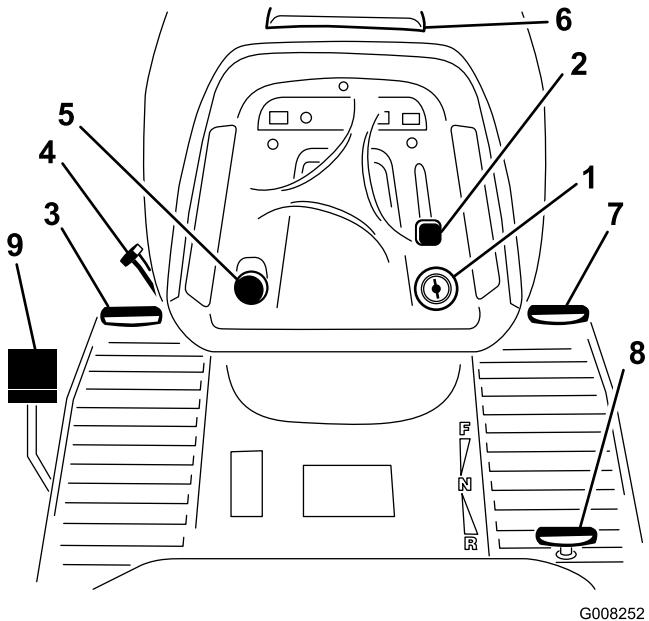

Figure 3
Avant de mettre le moteur en marche et d'utiliser la machine, familiarisez vous avec toutes les commandes (Figure 3).
1. Appuyez sur la pédale de frein (Figure 3) et maintenez-la enfoncée.
2. Tournez le levier de frein de stationnement (Figure 3) dans le sens anti horaire et relâchez progressivement la pédale de frein.
1. Enfoncez la pédale de frein (Figure 3).